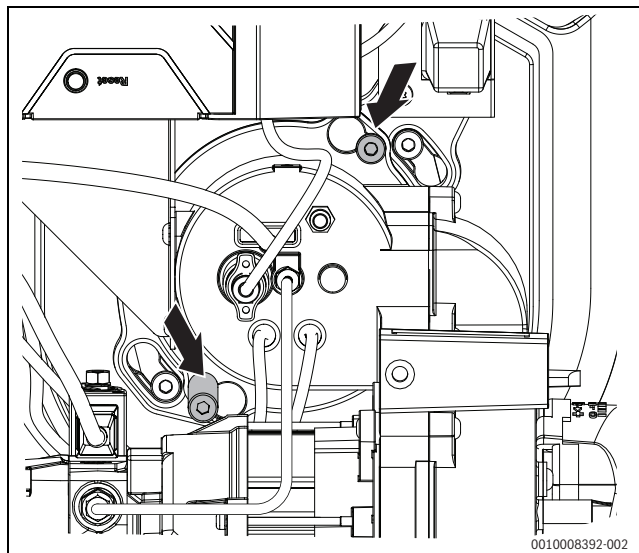

Bild 36 Schrauben der Bajonettbefestigung lösen
- Die beiden Schrauben der Bajonettbefestigung lösen (→Bild 36, Pfeile).